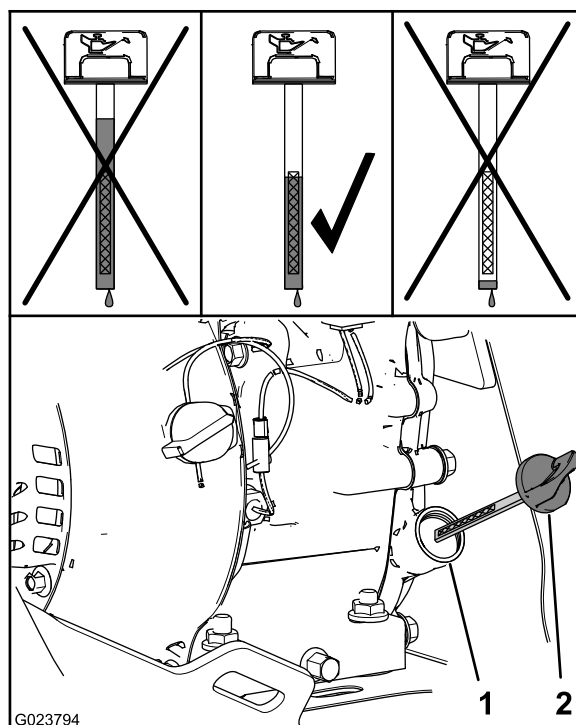

Рисунок 25
- Извлеките масломерный шуп и проверьте уровень масла (Рисунок 25).
Примечание: Уровень масла должен доходить до верхней отметки на шупе (Рисунок 25).
- Залейте масло указанного типа в заливную горловину (Рисунок 25).